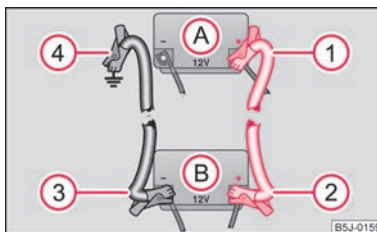

Fig. 110 Starthjælp med batteriet i en anden bil: A – afladet batteri, B – strømgivende batteri
- Sæt den ene ende ① fast på pluspolen ⇒ Fig. 110 på det afladete batteri (A).
- Sæt den anden ende ② fast på pluspolen på det strømgivende batteri (B).